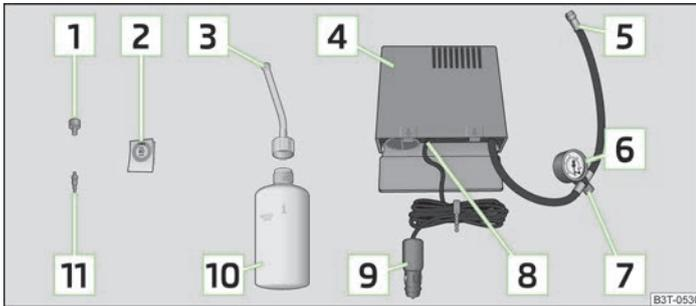

Abb. 177 Bestandteile des Pannensets
- Den Aufkleber **2** » Abb. 177 auf Seite 209 auf die Schalttafel im Sichtfeld des Fahrers kleben.
- Die Reifenfüllflasche **10** » Abb. 177 auf Seite 209 einige Male kräftig hin und her schütteln.
- Den Reifenfüllschlauch **5** » Abb. 177 auf Seite 209 des Luftkompressors fest auf das Reifenventil schrauben.